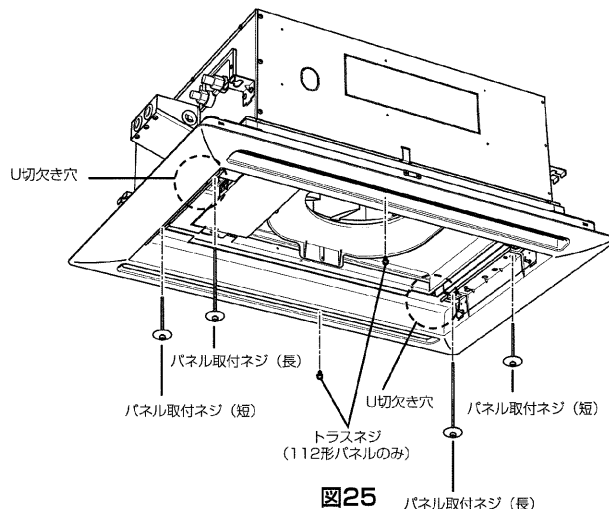

図25
最初に反配管側、次に配管側を引掛けます。(図25)
12. パネルネジ止め手順 (図25)